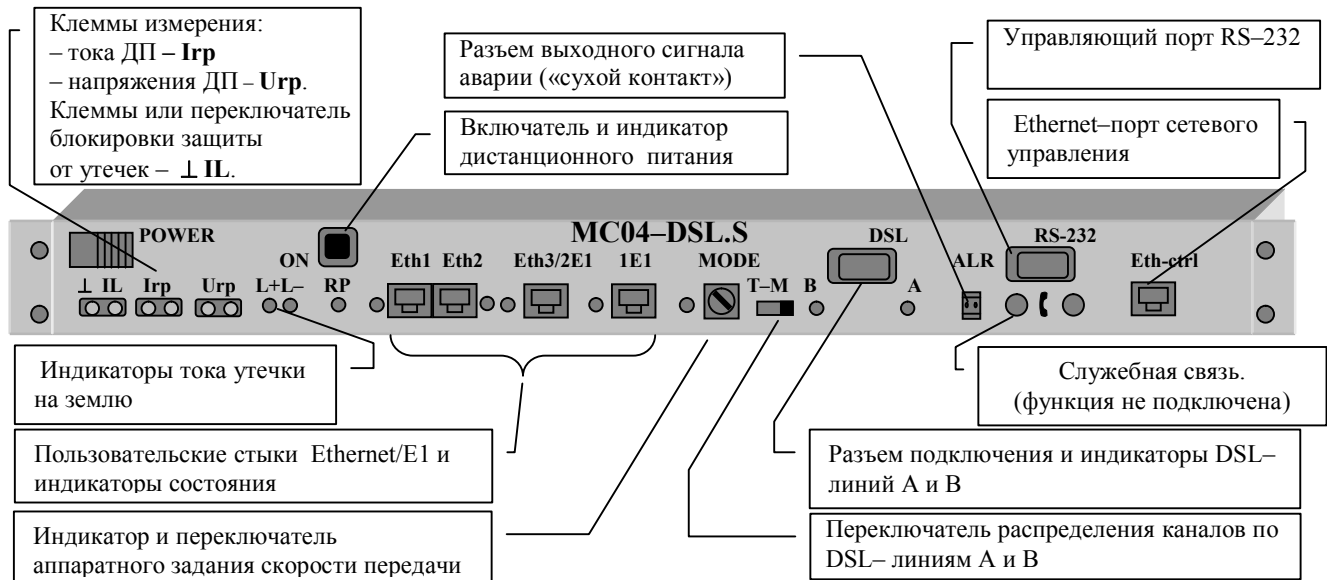
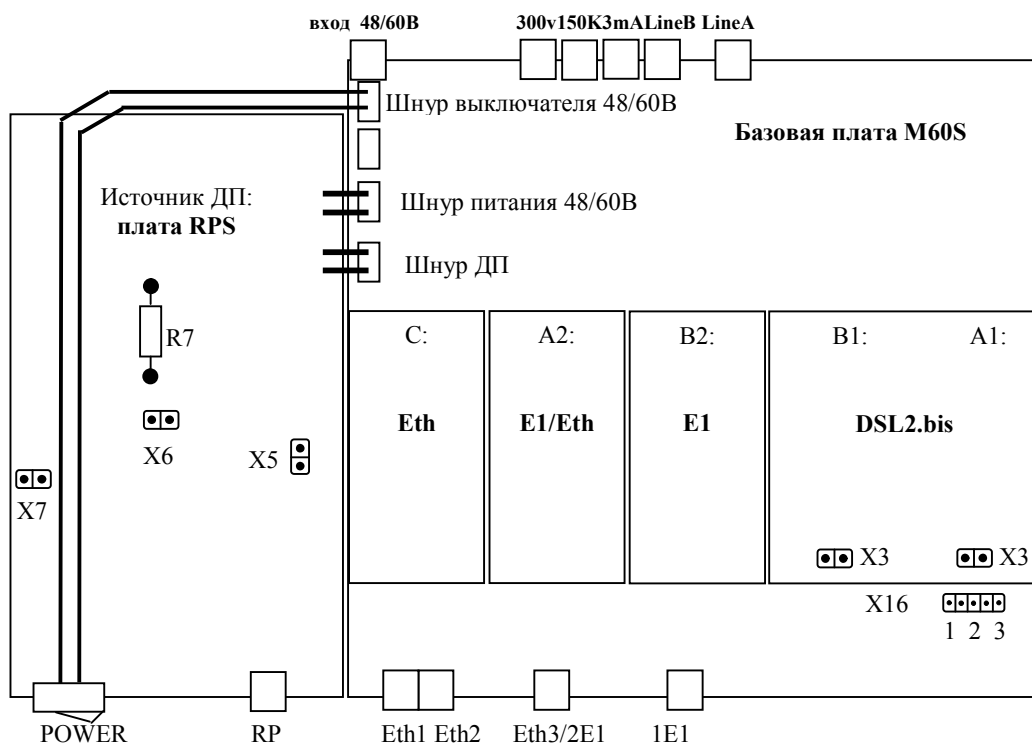

Рис. 4. В корпусе 1U.
Рис. 8. Схема расположения узлов MC04-DSL.S-xE1/xEthS-RPS-1U.
5.1.1. Лицевая панель приведена на рис. 4, 5.
2. Станционный полукомплект в корпусе 1U (см. рис. 4). Не имеет мест для установки плат канальных окончаний (КО). Конструктивно блок включает (см. рис. 8):